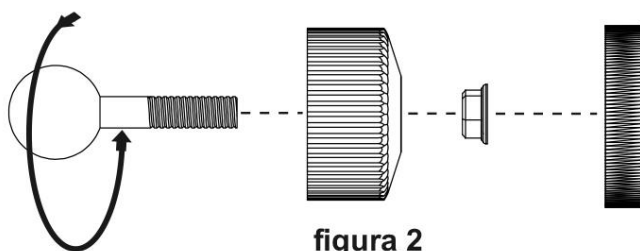

figura 2
Monte las piezas (3), (4) y (5) como muestra la figura 2. Atornille la pieza (4) dentro de la inserción roscada del altavoz (6).